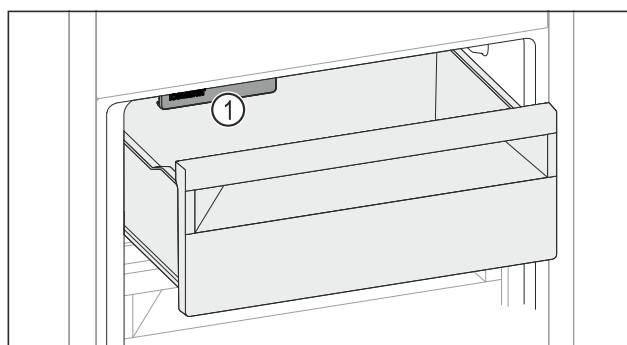

Fig. 182
- Rekening houden met IceMaker Fig. 182 (1).